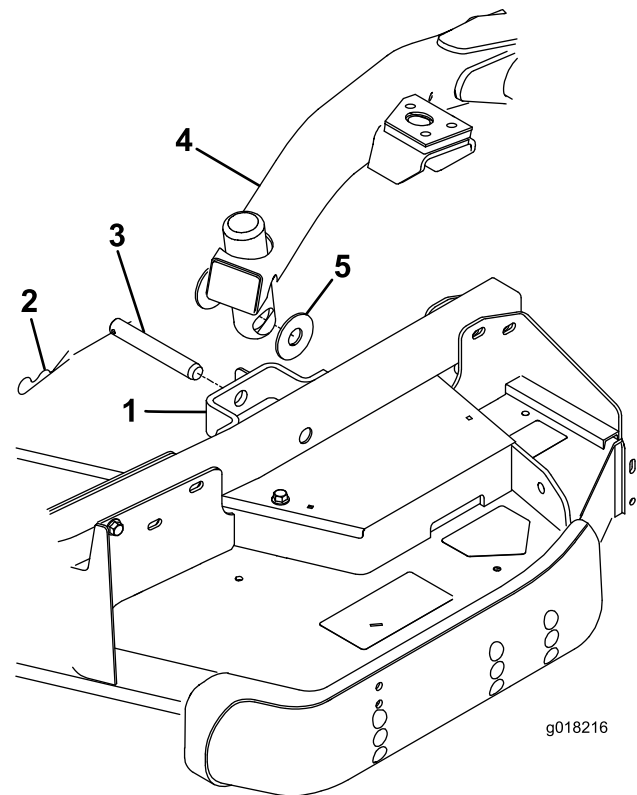

Figura 5
Coloque las arandelas de empuje entre el brazo de elevación y el soporte del brazo de la rueda giratoria (Figura 5) e introduzca el extremo del pasador de horquilla en la ranura de la pestaña del brazo de la rueda giratoria para retener el pasador.
1. Retire las 2 arandelas de empuje, la chaveta y el pasador del soporte del brazo de cada rueda giratoria de la unidad de corte (Figura 5).
3. Presione el interruptor de elevación hacia adelante, a la posición de FLOTACIÓN. Empuje hacia abajo uno de los brazos de elevación hasta que los taladros del brazo de elevación estén alineados con los taladros del soporte del brazo de la rueda giratoria (Figura 5).